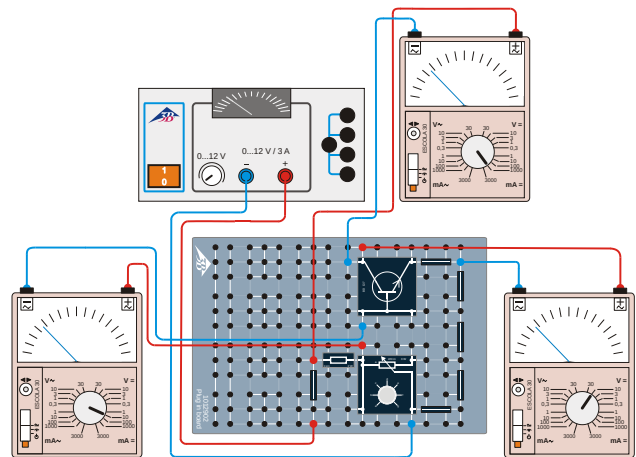

Fig. 4: Schaltskizze zur Aufnahme der Steuerkennlinie.
- Schaltung gemäß Fig. 4 aufbauen. Die drei angeschlossenen Analog-Multimeter dienen der Kontrolle der Kollektor-Emitter-Spannung U_{CE} sowie der Messung der Basisstromstärke I_B und der Kollektorstromstärke I_C .